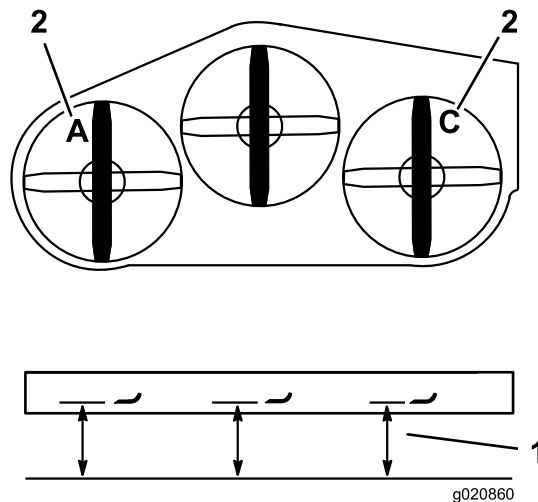

Figure 86
3. Mesurez et notez la distance au point **A** entre la surface plane et le tranchant de la pointe de la lame gauche (Figure 86).
4. Mesurez et notez la distance au point **C** entre la surface plane et le tranchant de la pointe de la lame droite (Figure 86).
3. Mesurez et notez la distance au point **C** entre la surface plane et le tranchant de la pointe de la lame droite (Figure 86).